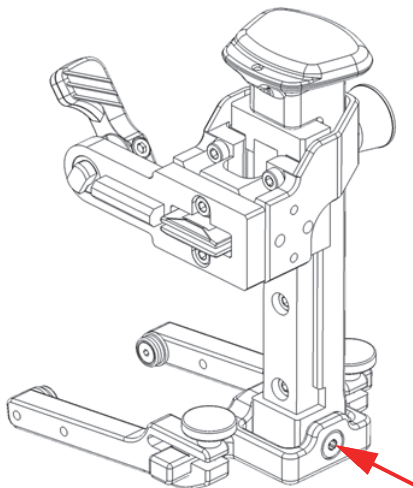

Abbildung 2-24 Schraube wieder eindrehen
7. Drehen Sie die Schraube wieder in den Schwenkträger des Gabelstücks (Abbildung 2-24 auf Seite 58) ein.